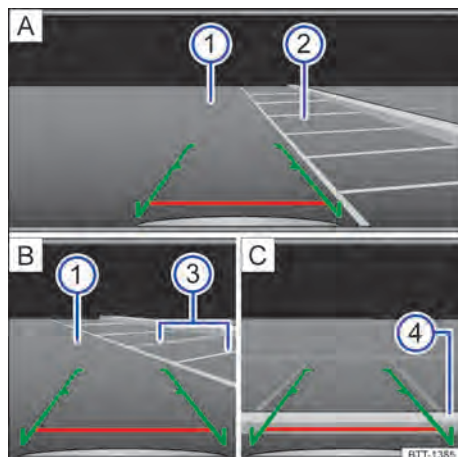

Fig. 105 Exibição do display do sistema do rádio: estacionar com a câmera de marcha a ré.
Legenda para Fig. 105:
- Posicionar o veículo na frente da vaga de estacionamento → Fig. 105 ② A.
- Conduzir para trás lentamente e manobrar de modo que as guias verdes laterais conduzam entre as linhas de delimitação da vaga de estacionamento delimitada ② [A].
- Alinhar o veículo na vaga de estacionamento selecionada de modo que as guias verdes laterais fiquem em cima das linhas de limitação lateral ③ [B].
- Parar o veículo, quando a linha vermelha atingir a limitação traseira ④ [C].